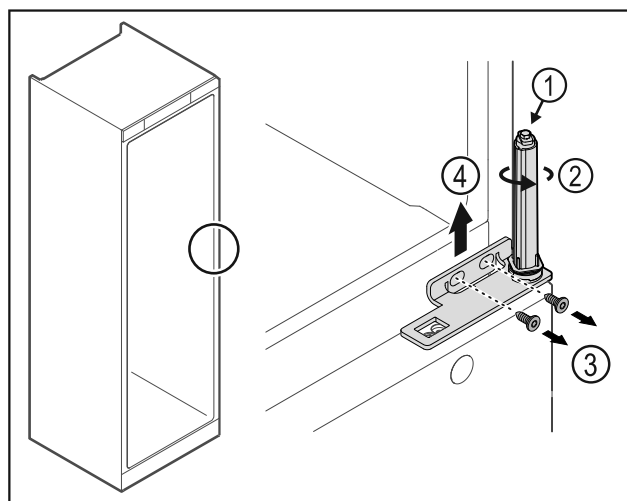

Fig. 27
- Mos e zërtheni sistemin e mbylljes së derës Fig. 27 (1).
- Rrotulloni sistemin e mbylljes Fig. 27 (2) derisa të kërcasë.
- Lironi vidat Fig. 27 (3), hiqni profilin e menteshës nga lart Fig. 27 (4).